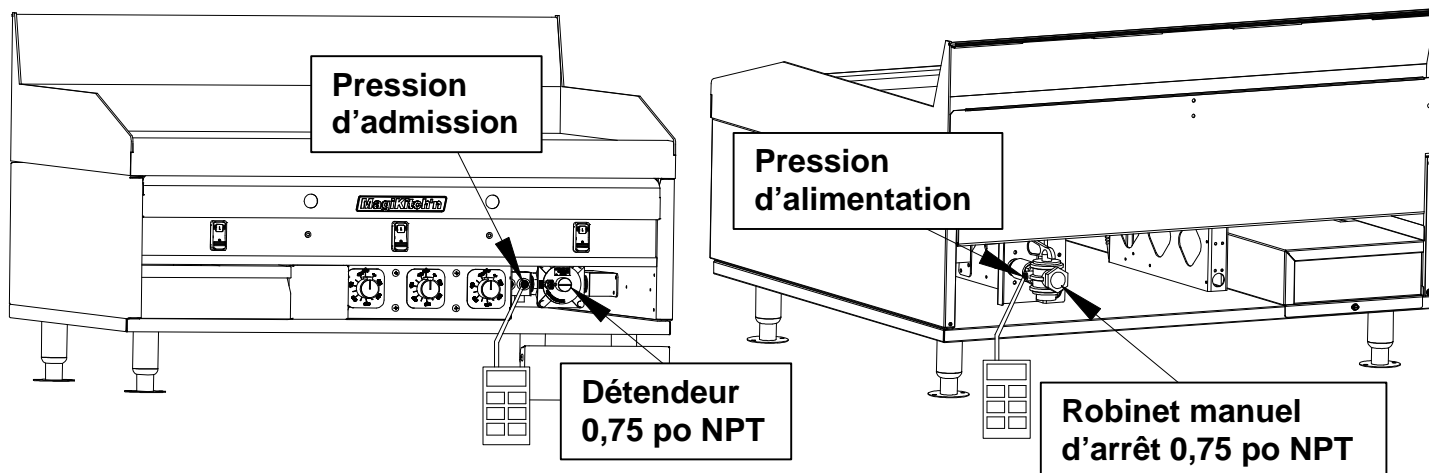

Figure 6
1. Le détendeur d'admission de votre nouvel appareil a été installé à l'usine, voir la figure 6 pour l'emplacement du détendeur et du robinet d'arrêt manuel dont votre appareil est équipé. L'utilisation d'un détendeur autre que celui fourni avec l'appareil annulera la garantie.
2. La pression d'admission doit être maintenue à la pression indiquée sur la plaque signalétique. La valeur de la pression d'admission se mesure au raccord 1/8 po NPT situé derrière le panneau inférieur avant, à côté du détendeur (voir la figure 6). Pour vérifier la pression d'alimentation de l'appareil, utiliser le point d'essai de pression fourni sur le robinet d'arrêt manuel (voir aussi la figure 6).
Les dimensions des orifices sont calculées pour un débit de gaz correct afin d'assurer la valeur nominale en BTU/heure pour chaque modèle. La pression au détendeur doit obligatoirement être mesurée et réglée avant la mise en service de l'appareil, après l'installation et en cas de doute sur le rendement de l'appareil. Les valeurs de pression (d'admission et d'alimentation) se mesurent aux points d'essai de pression fournis (voir la figure 6).
2. Ouvrir le robinet d'arrêt manuel en le mettant en position « marche » (**ON**); ce robinet se trouve à l'arrière de l'appareil (voir la figure 6). Pour que le robinet permette l'écoulement du gaz, sa poignée doit être alignée avec le robinet d'arrêt manuel.